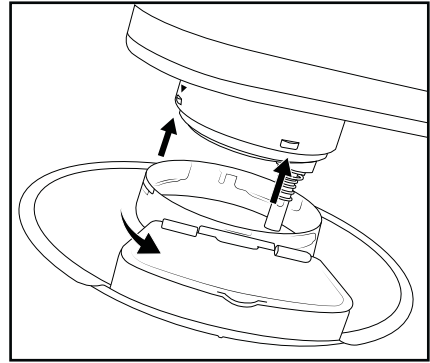

Fig. 1
- Coloque la tapa **9** de forma que la flecha ▼ del brazo giratorio **1** quede sobre el centro de la flecha ↔ de la tapa **9** (fig. 1). Con esto, la boquilla de llenado **8** queda orientada hacia la parte delantera del aparato.